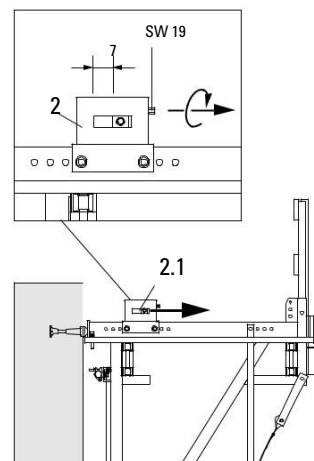

Fig. B2.17
1. Дръпнете назад застопоряващия блок (2.1) в подвижния трегер (2), SW 19, (Fig. B2.17).